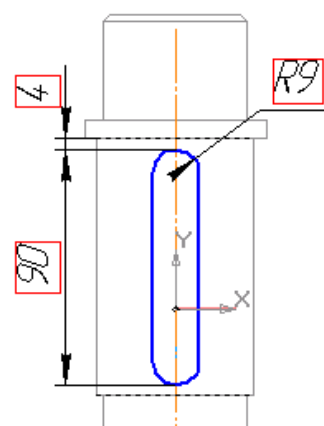

Рис. 9
19. Постройте эскиз шпоночного паза согласно схеме, приведенной на рис.9.